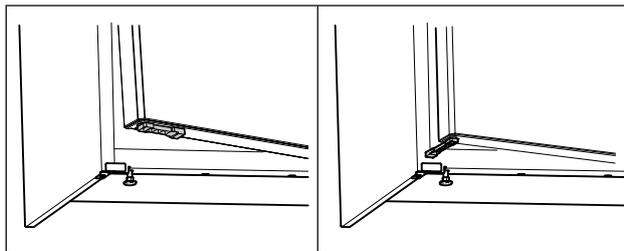

Fig. 62 *
- Türöffnungsbegrenzer um 90° drehen. (siehe Fig. 62) *